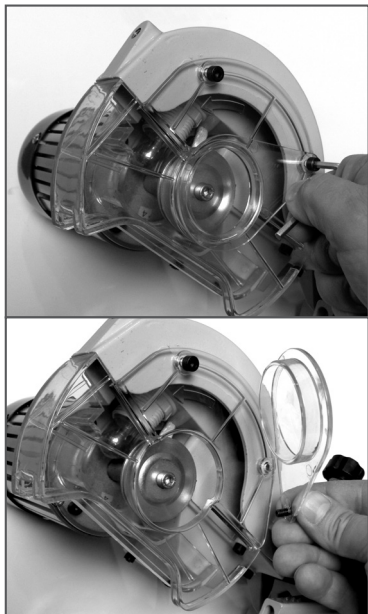

Рис. 3 Снятие крышки защитного кожуха
2. Используя ключ шестигранный 4 мм из комплекта поставки, выкрутите винт крепления крышки защитного кожуха и снимите крышку (Рис. 3).